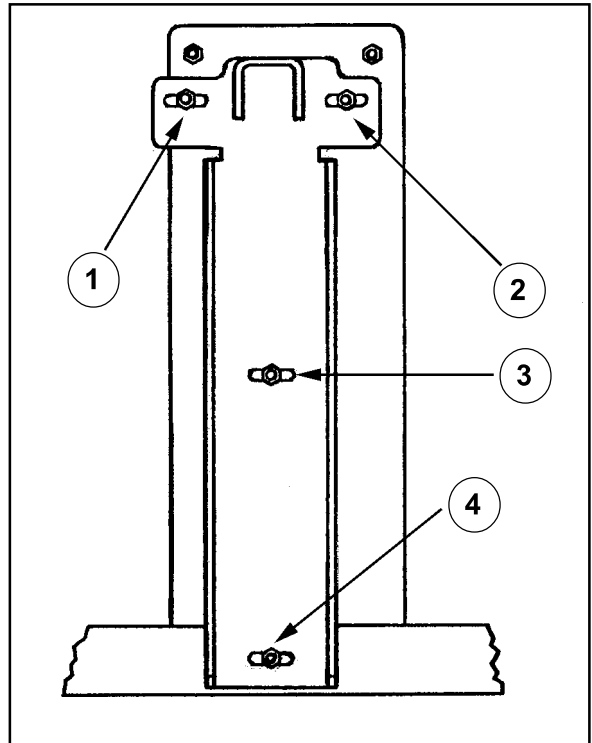

Figure 40
3. Lösen Sie die vier Montagemuttern (siehe Abbildung 40), indem Sie die Schritte im vorstehenden Verfahren befolgen (Wie Sie den Bürstenkopf zentrieren oder versetzen).